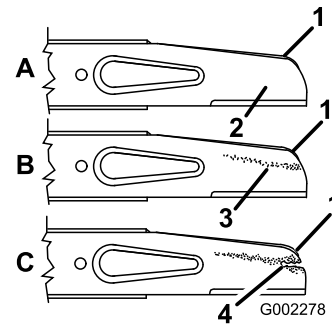

Figura 26
2. Retire el perno de la cuchilla, la arandela de freno, el acelerador y la cuchilla (Figura 26).